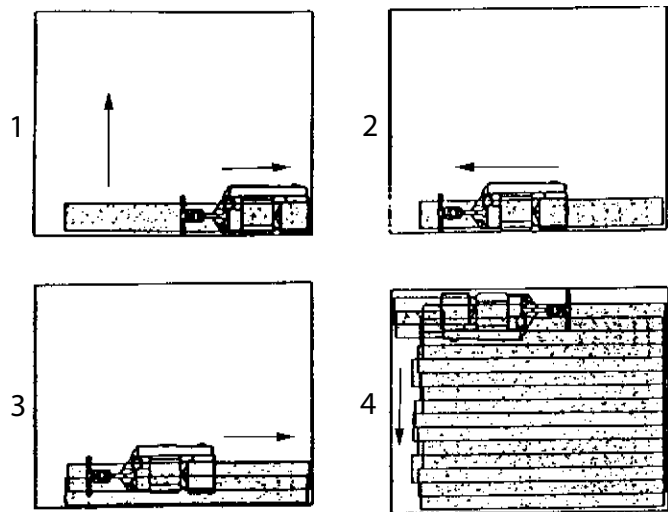

Рисунок 11
6. Постепенно прекращайте работу в конечных точках (в конце вашего прохода) при помощи поднятия шлифовального барабана рычагом управления. Делайте зигзагообразные конечные точки для лучшего стирания при обработке краев. См. рис. 11.
7. При замене абразива, опорожнении содержимого пылевого мешка или когда процесс шлифовки завершен, устанавливайте переключатель в положение ВЫКЛ (O). Отключите машину от сети электропитания.